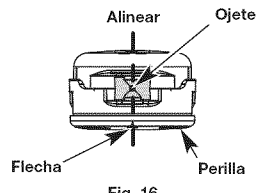

Fig. 16
1. Alinee las flechas de la perilla del cabezal de corte con los ojete de la bobina exterior, si ya no están listos (Fig. 16).